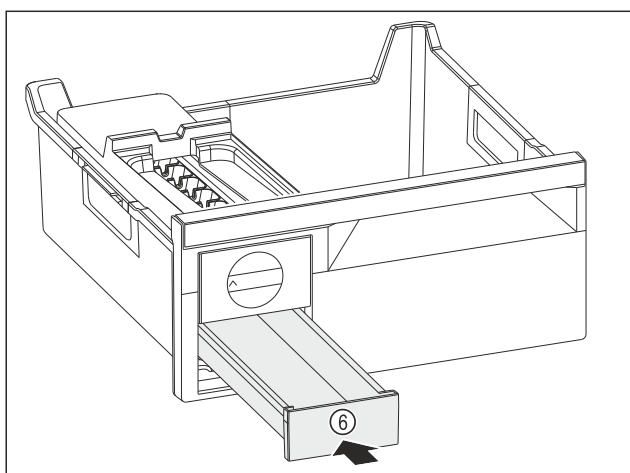

Fig. 79
- ▶ Insérer le compartiment à glaçons Fig. 79 (6).